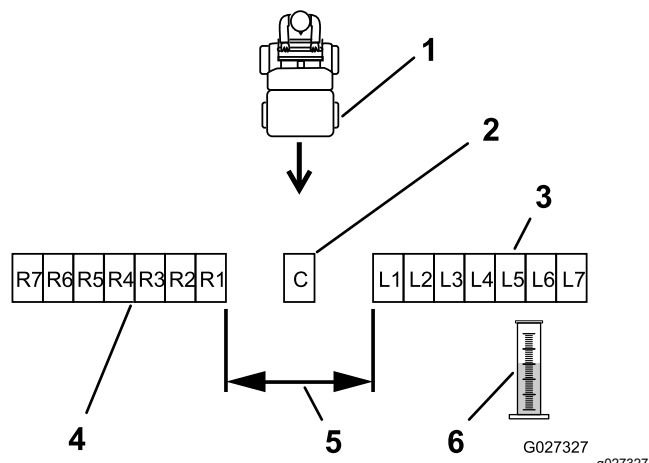

**Figura 22**
2. Coloque las bandejas restantes en línea recta, como se muestra en la Figura 22 o la Figura 23.
Coloque 6 bandejas más en cada lado, con 30 cm (12") entre ellas (Figura 22).
- Etiquete cada cilindro graduado según la bandeja de recogida correspondiente (por ejemplo, L2, L1, Centro, R1, R2...); consulte la Figura 22 y la Figura 23.